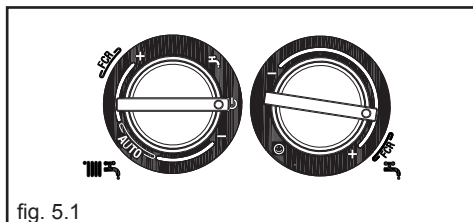

fig. 5.1
In caso di brevi assenze posizionare il selettore di funzione su OFF (fig. 5.1).
In caso di assenze prolungate posizionare il selettore di funzione su OFF spento (fig. 5.1). Posizionare l'interruttore generale dell'impianto su spento.
- posizionare il selettore di funzione su  (OFF - fig. 5.1)